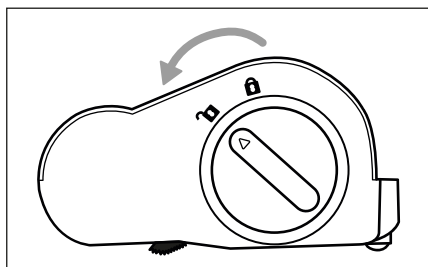

Fig. 22
- Nettoyez régulièrement le rouleau brosse ⑱ afin de garantir un fonctionnement conforme de l'appareil et d'éviter les pannes.
- 1) Retirez la brosse de sol ⑳ du tube d'aspiration ㉓ ou de l'appareil (voir chapitre 10.3. Démontage de l'appareil).
- 2) Déverrouillez le rouleau brosse ⑱ en faisant tourner le dispositif de déverrouillage du rouleau brosse ⑱ vers le symbole ㊤ (ouvrir) (voir fig. 22).